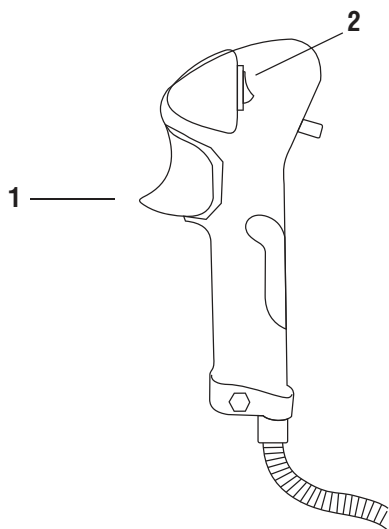

Рис. 19
Отпустите курок дросселя («газ»)(1). Подождите, пока двигатель не вернется в режим холостого хода. Нажмите и удерживайте выключатель зажигания СТАРТ/СТОП (2), пока двигатель не остановится (Рис. 19).